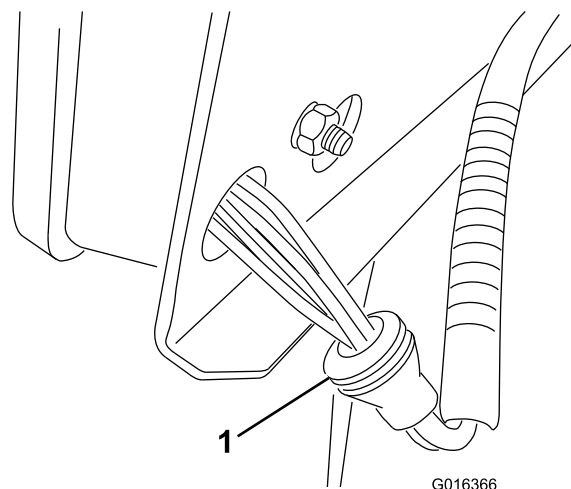

Figura 17
3. Infilate individualmente i connettori nei gommini delle luci e spingete ciascun gommino nella relativa sede (Figura 17).